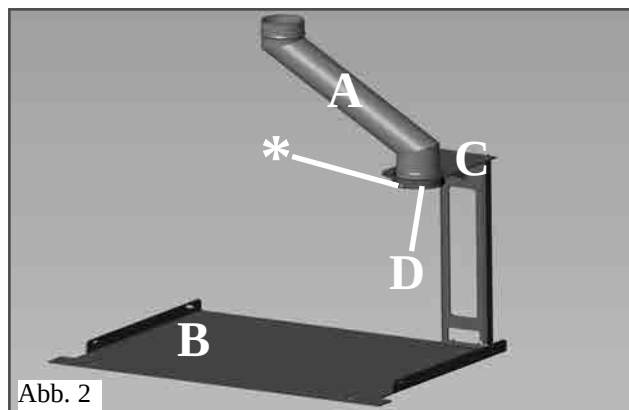

Abb. 2
2) Mit den mitgelieferten Schrauben die beiden Verstärkungsstreben (A) an den senkrechten Wänden befestigen.
3) Die Auflageplatte (im Lieferumfang enthalten) des INPELLET 54 auf die gemäß Punkt 1 montierten Wände platzieren und mittels der mitgelieferten 4 Stk. Schrauben befestigen (Abb. 2).
- Den neuen Rauchabzug aus Stahl in den bestehenden Schornstein aus Mauerwerk einführen und an dessen Unterseite das Rohrstück (A) anbringen, um sich mit dem Rauchabzugstutzen des INPELLET 54 zu verbinden (der versetzt ist).
- Die Auflageplatte (B) mit Dübel an der Stelle, die der Einsatz einnehmen soll, befestigen.
- Die Halterung (C) zur Ausrichtung des Rohrstücks (A) platzieren und (mit den mitgelieferten Schrauben) befestigen.
- Das neue Rauchabzugsrohrstück in die Manschette (D) der Halterung (C) stecken und auf der Schraube (*) Abb. 2) aufliegen lassen.